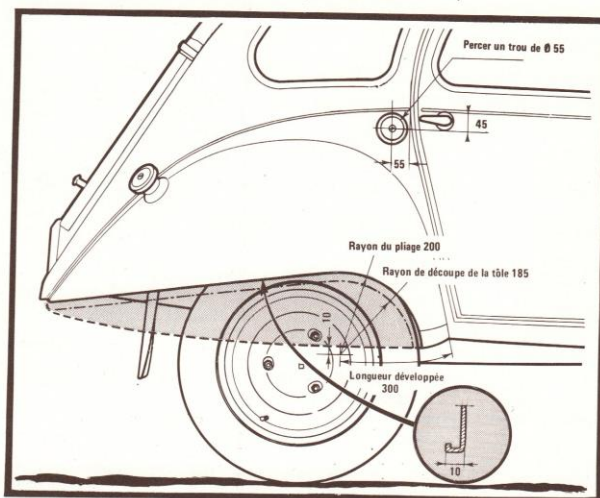

FIGURE 11
- Découper les ailes arrière (Fig. 11) (facultatif).